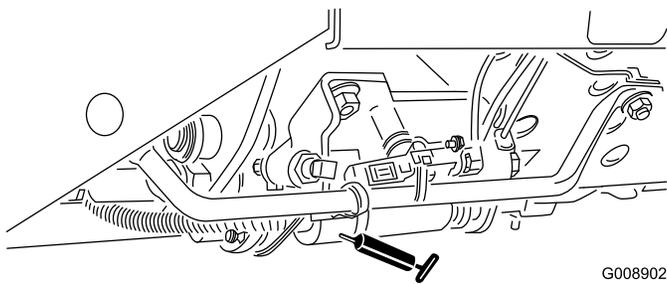

Figure 38
- Sélecteur de tonte/transport (Figure 38)